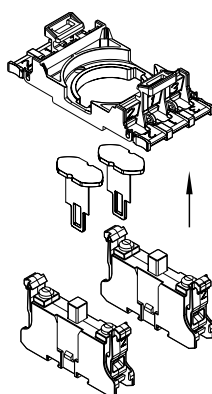

图6
3. 将触点元件初步装配到触点支架上（见图6）：
7. 触点支架卡在安装法兰上后，接触片自动附加固定（见图6）。